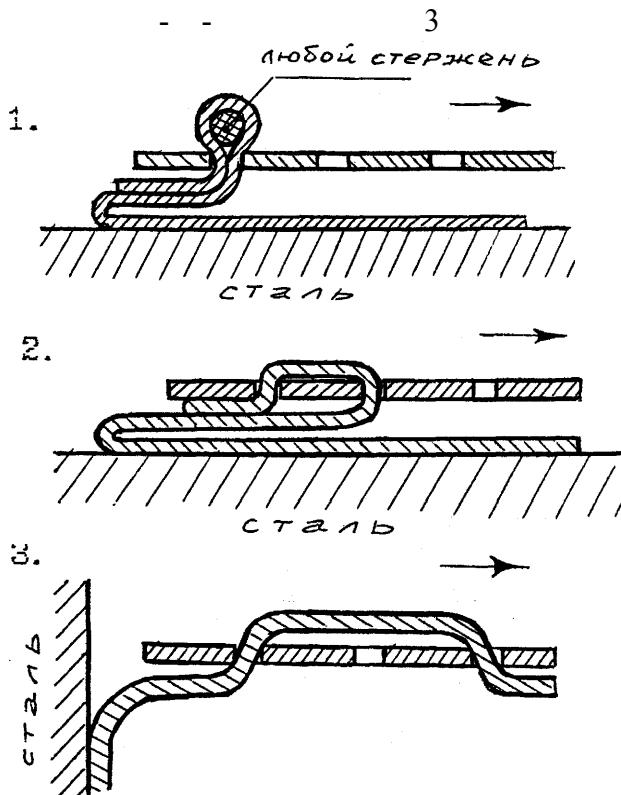

Рис.2. Рекомендуемые схемы закрепления полосы покрытия в зажиме.
- Ножом приподнять конец вырезанной полосы покрытия и осторожно ("подрезая" адгезив, если это необходимо) отслоить полоску от трубы длиной 4-5 см и закрепить в захвате прибора по подходящему варианту (см.рис.2). (При "подрезании" полоски покрытия нож следует держать с